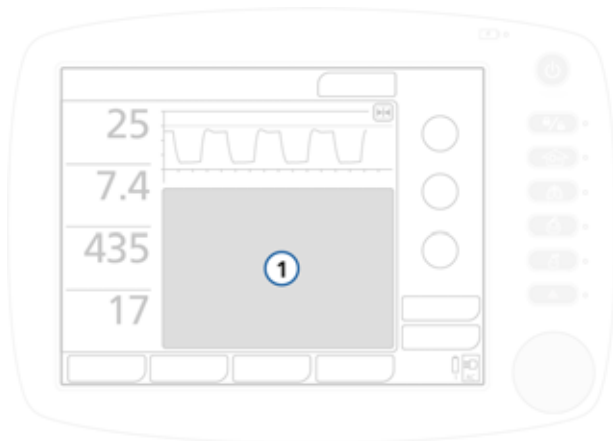

Figura 6-4. Visualizzazione della finestra dei grafici (1)
1. Toccare in qualunque punto dell'area grafica del display per aprire la finestra dei grafici. Vedere **(1)** nella Figura 6-4.